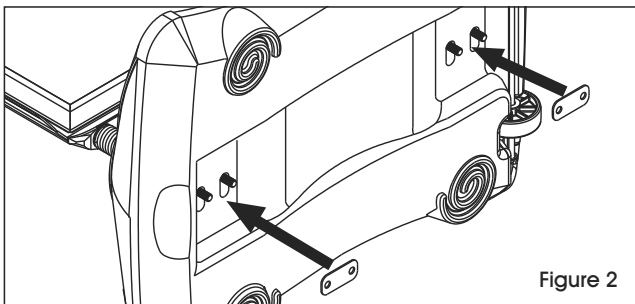

Figure 2
2. Place two-holed washer onto screws at bottom of base. (See Figure 2)
2. Placez les rondelles à deux trous sur les vis ressortant sur la partie inférieure de la base. (Voir Figure 2)